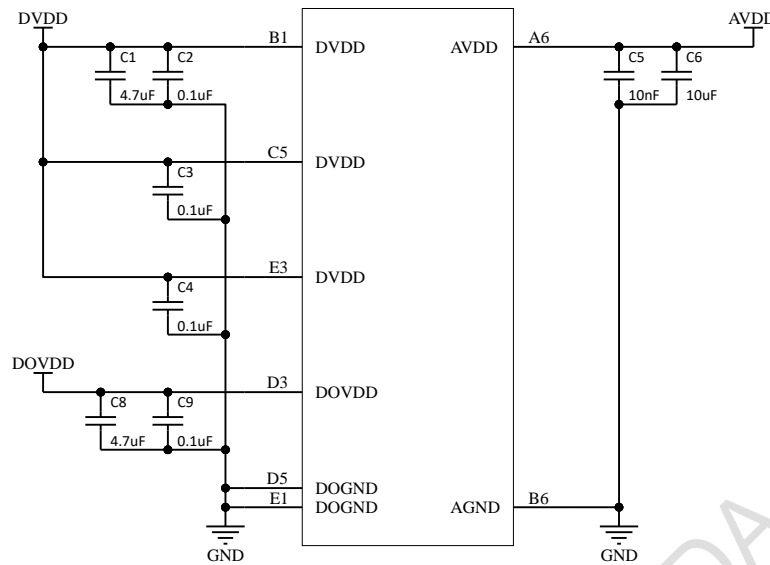

图 3-2 SC1345 电源供电和滤波电容连接方式
- 1) SC1345 芯片分三路电源供电：DOVDD 外接 1.8V，AVDD 外接 2.8V，DVDD 外接 1.8V。其中，AVDD 必须单独外接 2.8V 电源。滤波电容按照图 3-2 组合放置，靠近对应的引脚，电容大小可参考图 3-2；